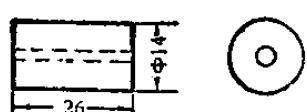

图 12-6
5. 小輪：式样大小如图 12-6，一共要六只，可用直徑約 14 毫米的